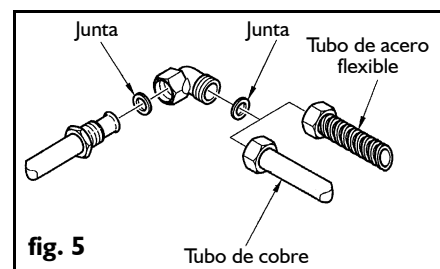

fig. 5
- Con un tubo rígido de cobre de 12 mm de diámetro, tal y como se ilustra en la fig. 5, empleando la junta de elastómero en dotación para asegurar la estanqueidad.